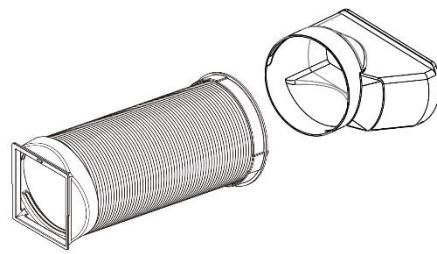

Fig. 3
- Instalación provisional del tubo de salida de aire: Por favor, instale el adaptador tubo de salida de aire para la ventana a la Tubo de salida de aire y lleve la manguera con la Tubo de salida de aire fuera de su ventana (véase fig. 3 y 4).